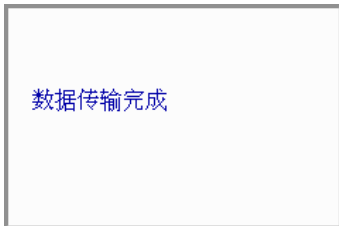

图 2.6 选中工程的数据传输完毕
2.6.6 系统开始传输数据，并显示正在传输的构件名称，该工程所有数据传输完后，显示提示对话框，如图 2.6 所示；